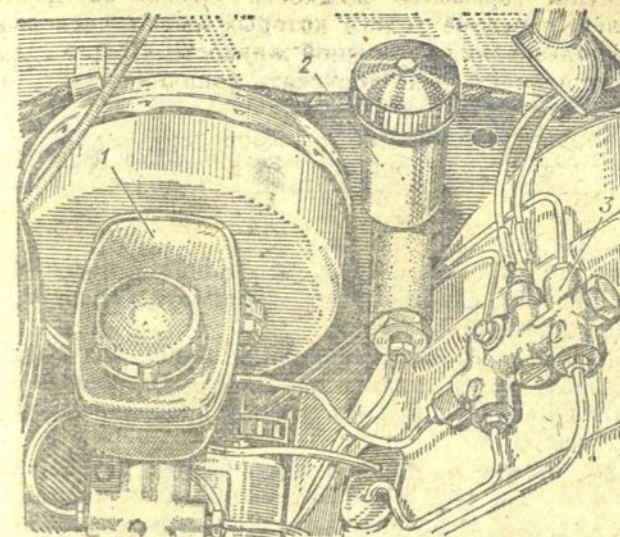

Рис. 28. Бачки главных цилиндров гидроприводов выключения сцепления и рабочей тормозной системы:
В процессе эксплуатации автомобиля необходимо следить за уровнем тормозной жидкости в бачках (рис. 28). Он должен быть на 10—15 мм ниже верхней кромки бачка 2 главного цилиндра гидравлического привода сцепления и между отметками MIN и MAX, нанесенными на стенке бачка 1 главного цилиндра гидравлического привода рабочей тормозной системы.
1. Залейте в бачок 1 (см. рис. 28) рабочую тормозную жидкость до отметки МАХ и нажмите несколько раз на педаль тормоза.
1. Залейте в бачок 1 (см. рис. 28) рабочую жидкость до отметки МАХ и нажмите несколько раз на педаль тормоза.